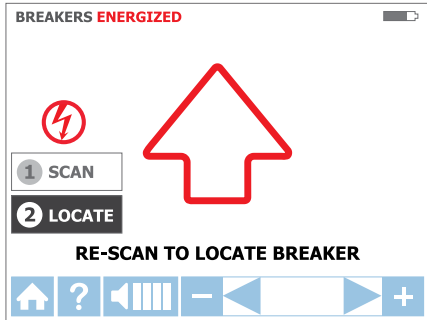
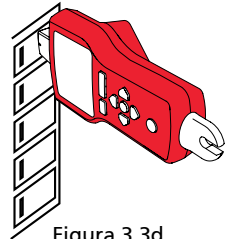

Figura 3.3c
Figura 3.3d
2. Realice una lectura de cada interruptor durante medio segundo tocándolo con el sensor de punta. Asegúrese de que la marca en el sensor de punta esté paralela al interruptor longitudinalmente (consulte la Figura 3.3d).
Paso 2 - ❷ UBICACIÓN:
1. Seleccione el modo LOCATE (UBICACIÓN) con las flechas direccionales para resaltar este modo de funcionamiento y presione el botón amarillo "ENTER (INTRO)". (Consulte la Figura 3.3c).
2. Vuelva a realizar una lectura de cada interruptor tocando cada uno con el sensor de punta durante medio segundo. La flecha roja activa indica el proceso de lectura (consulte la Figura 3.3c). Asegúrese de que la marca en el sensor de punta esté paralela al interruptor longitudinalmente (consulte la Figura 3.3d).